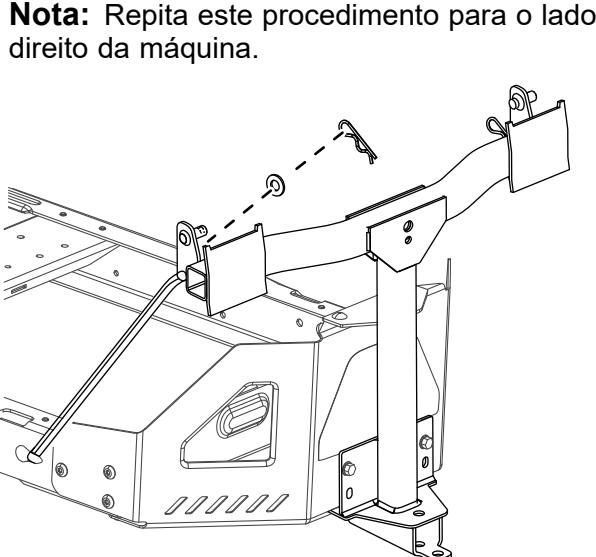

**Figura 9**
3. Prenda a estrutura da articulação à parte inferior da máquina utilizando dois parafusos autorroscantes (5/16 pol. x ¾ pol.) como se mostra na Figura 9.